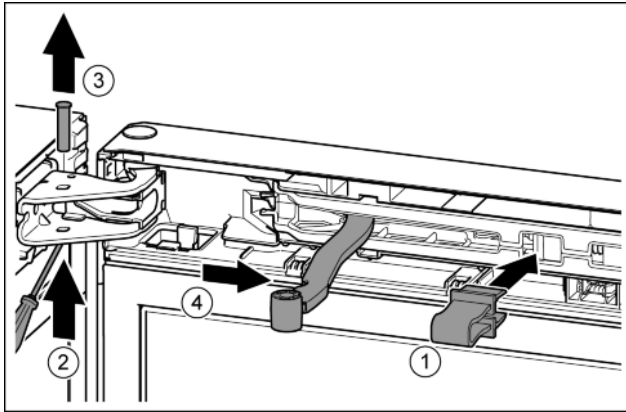

Fig. 13
- Zabezpieczenie zazębić w otworze. Fig. 13 (1)
- Sworznie wysunąć przy pomocy śrubokręta. Fig. 13 (2)
- Sworznie wyjąć w górę. Fig. 13 (3)
- Przegub obrócić w kierunku drzwi. Fig. 13 (4)